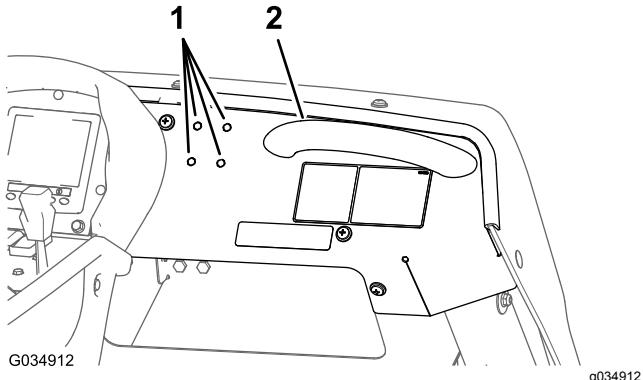

Figura 129
1. Individuate i 4 tappi a spinta dei fori ($\frac{1}{4}$ ") nel pannello del cruscotto, situati a sinistra della maniglia (Figura 129).
2. Togliete i 4 tappi a spinta dei fori dal pannello del cruscotto (Figura 129).